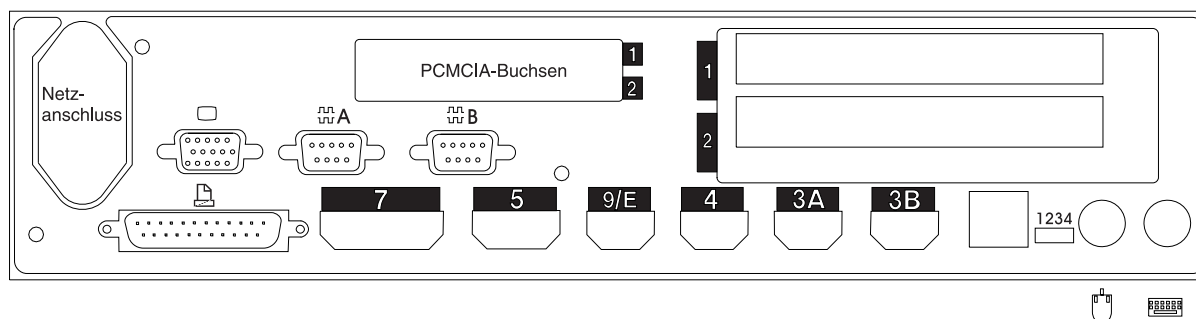

Abbildung 93. Rückseite der Kombination Handelscomputer/Datenkassette IBM 4694-1x4/205
8. In Abb. 93 auf Seite 309 die Buchsen, an die die Kasseneinheiten angeschlossen werden sollen, durch ein X kennzeichnen.